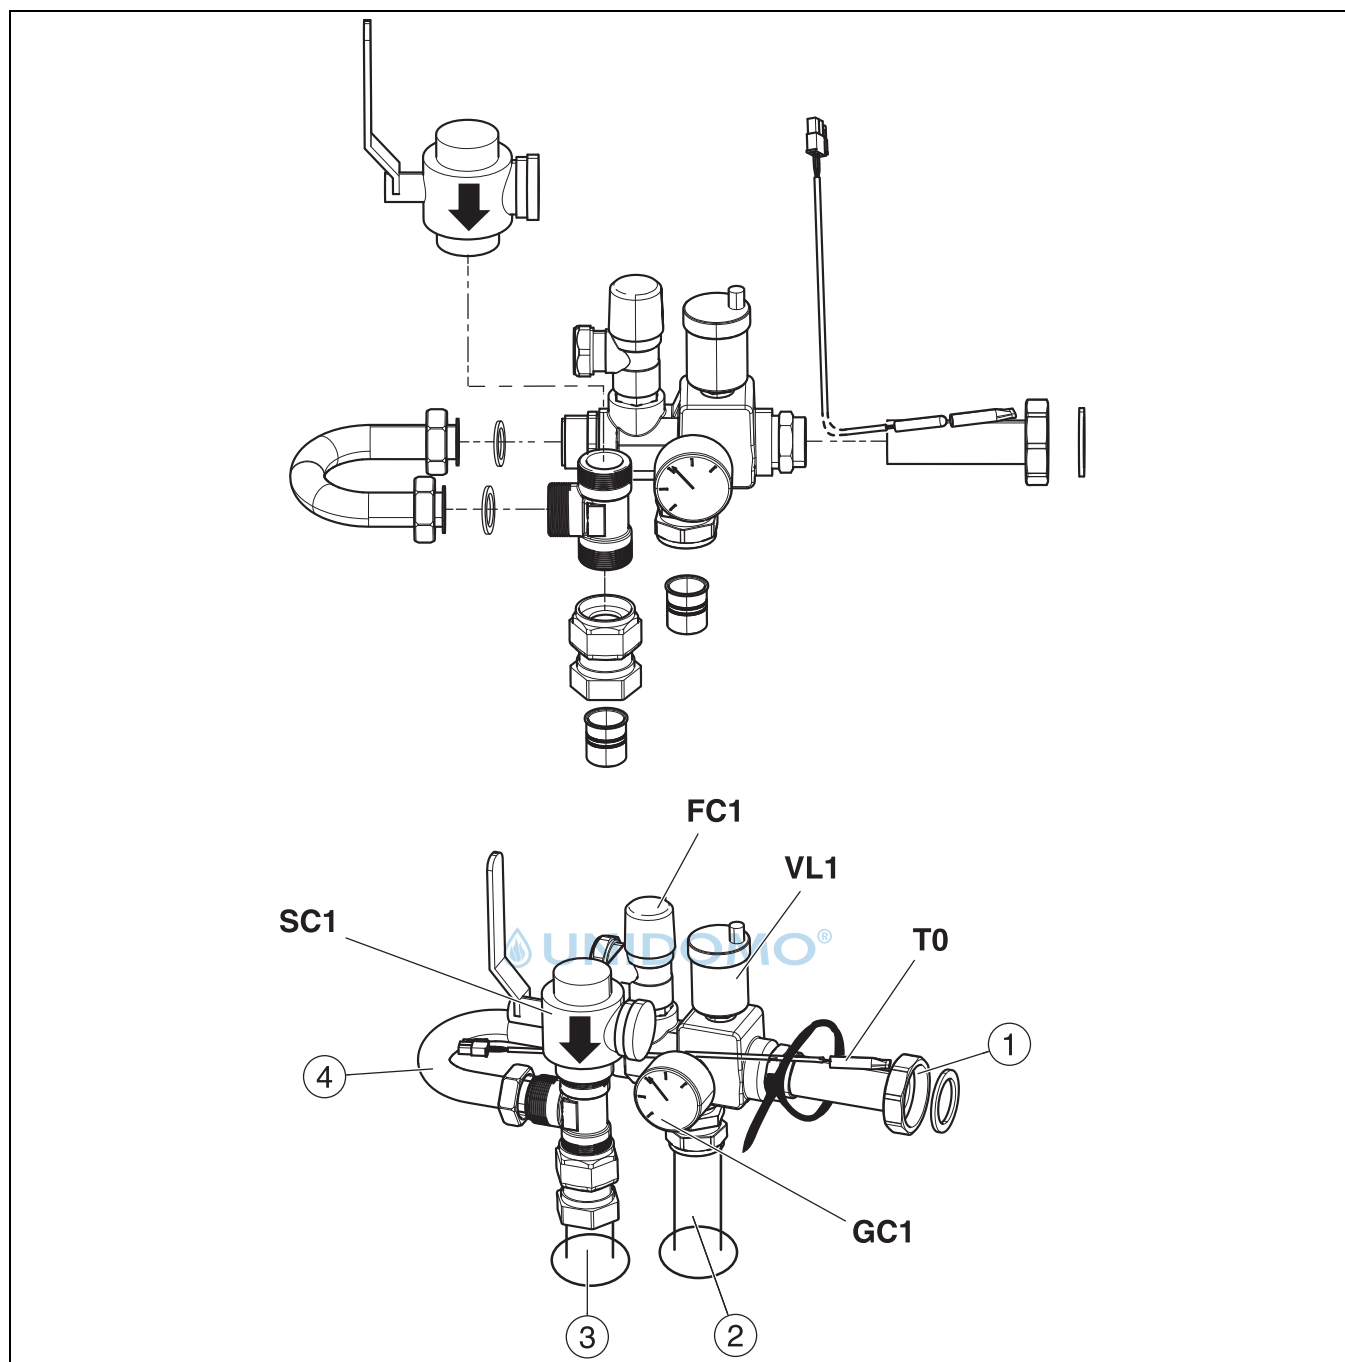

Bild 8 Montierte Sicherheitsgruppe, mit Bypass
- Zuerst Partikelfilter ([SC1], Abb. 8) auf T-Stück montieren.
- Übrige Komponenten montieren, Verschraubungen am Bypass jedoch nicht ganz festziehen ([4], Abb. 8).
- Vorlauftemperaturfühler in Tauchhülse am Rohr einsetzen ([T0], Abb. 8) und mit Kabelbinder befestigen.
- Verschraubungen am Bypass nachziehen ([4], Abb. 8).